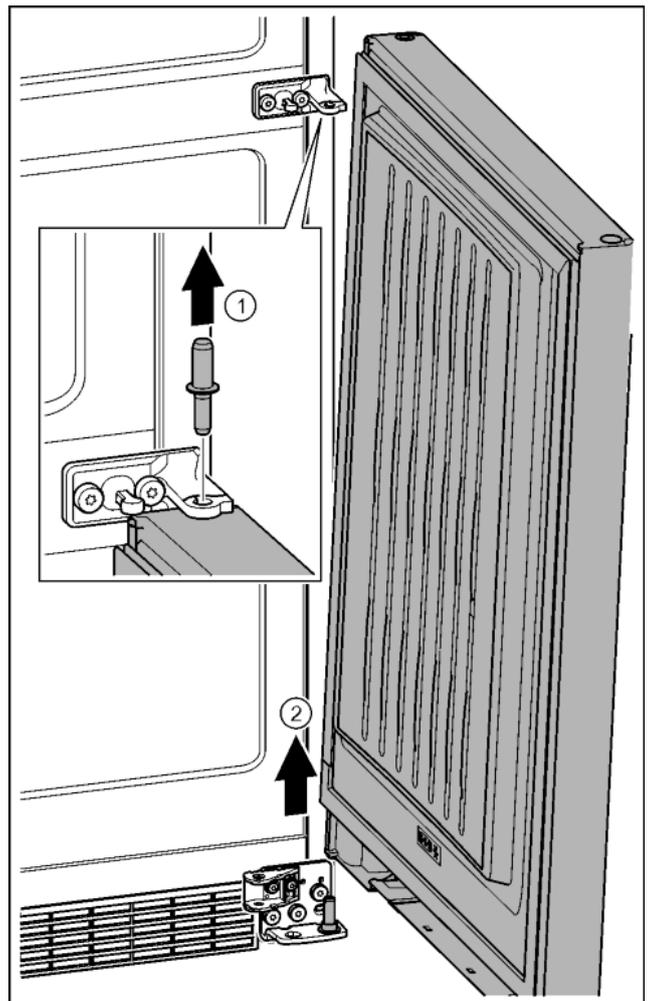

Fig. 25
- ▶ Estrarre il perno verso l'alto. Fig. 25 (1)
- ▶ Ruotare la porta per estrarla sollevandola e sistemarla da parte. Fig. 25 (2)